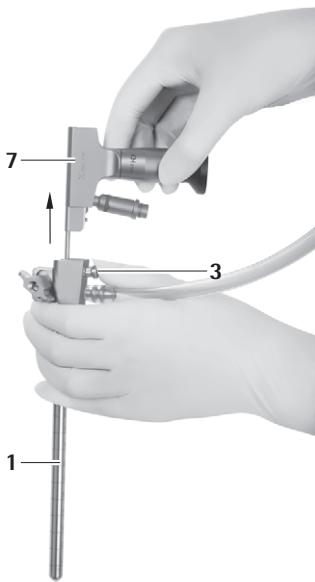

Fig. 11
- Apăsați butonul de deblocare 3 și scoateți endoscopul 5 din trocarul MINOP InVent 1, vezi Fig. 11.